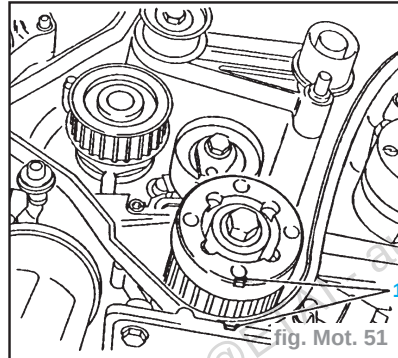

fig. Mot. 51
- Tourner la vis de fixation de la roue d'entraînement de courroie crantée dans le sens des aiguilles d'une montre pour amener le vilebrequin au repère (1) (fig. Mot. 51).